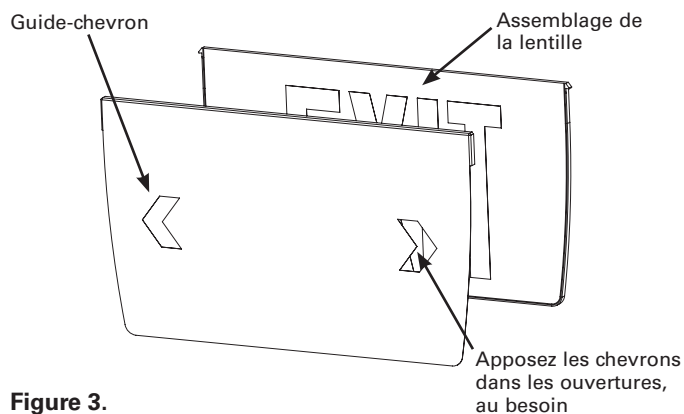

Figure 3.
5. Si vous désirez appliquer les chevrons, posez le guide-chevron en carton sur la lentille, en alignant les plis sur le haut et les côtés de la lentille (voir figure 3). Sinon, passez à l'étape 9.